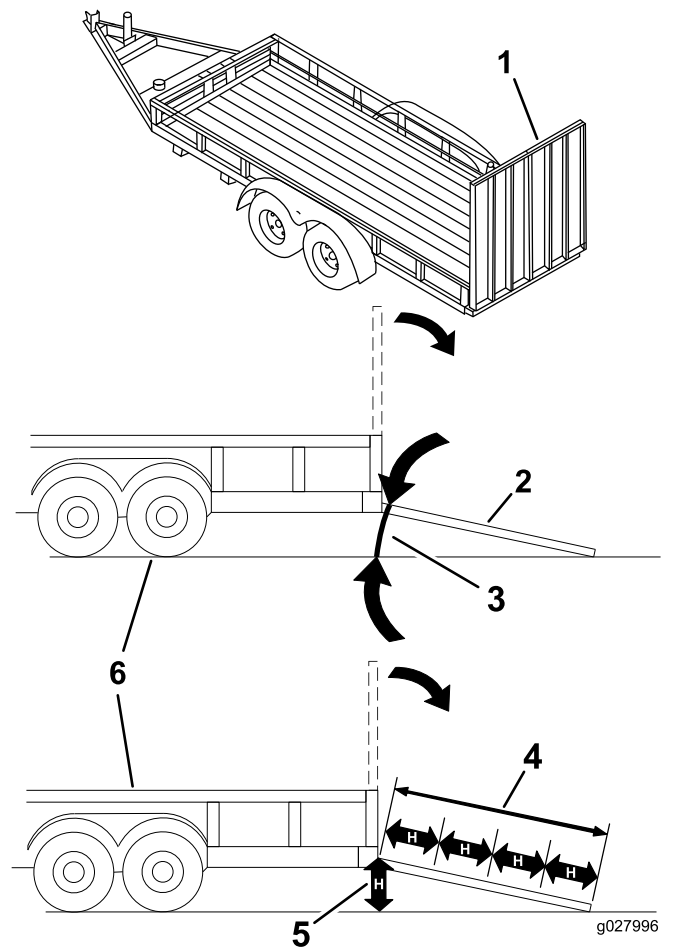

図 27
マシンをトレーラなどに搭載する作業は、機体を転倒させる危険をはらんでおり、万一そのような事故が起こると死亡事故など重大な人身事故となる図 27。
3. 歩み板を降ろす板と地面との角度が15°以下となるにすること 図 27。
1. 歩み板を降ろす板と地面との角度が15°以下となるにすること 図 27。